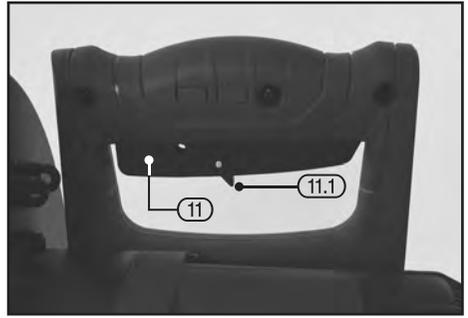

FIG.15
9.1 STARTING THE COMPOUND MITRE SAW – FIG.15